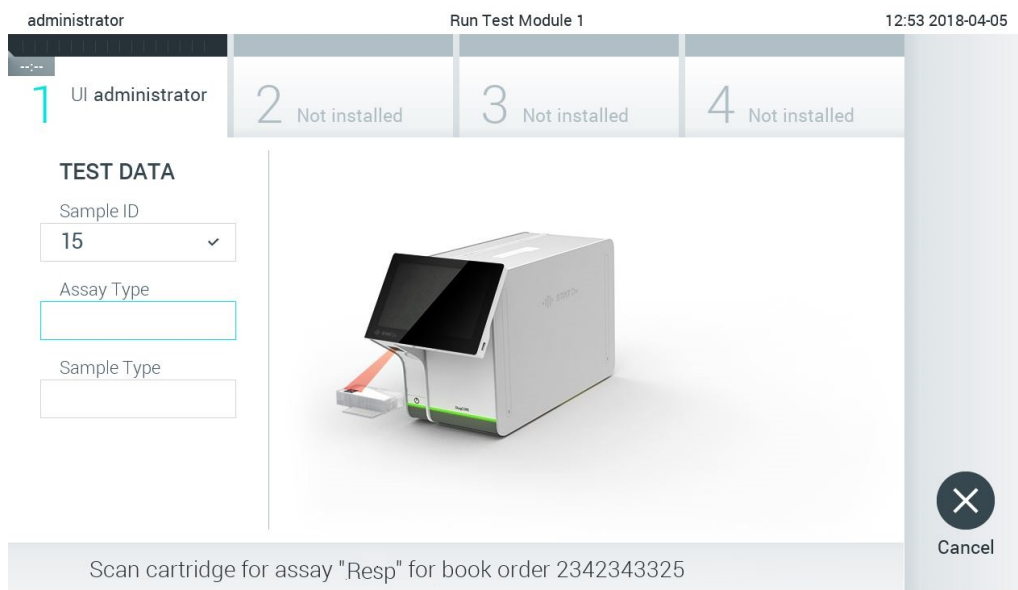

図 84. QIAstat-Dx アッセイカートリッジバーコードをスキャン。
4. ホストからの検査依頼取得に成功した場合は、「Scan cartridge for assay <assay_name> and book order <order_number>」（<assay_name（アッセイ名）>アッセイおよび予約依頼<order_number（依頼番号）>のカートリッジをスキャン）と表示されます。指定された QIAstat-Dx アッセイカートリッジのバーコードをスキャンします（図 84）。